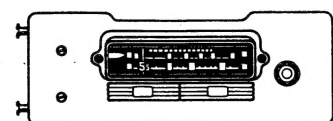

Fig. 46
4. Die in Fig. 46 gezeigten Schrauben und die Sechskantmutter auf der rechten Gewindebuchse entfernen.
4. Remove the screws and hex. nut shown in Fig. 46. from the RH shaft.